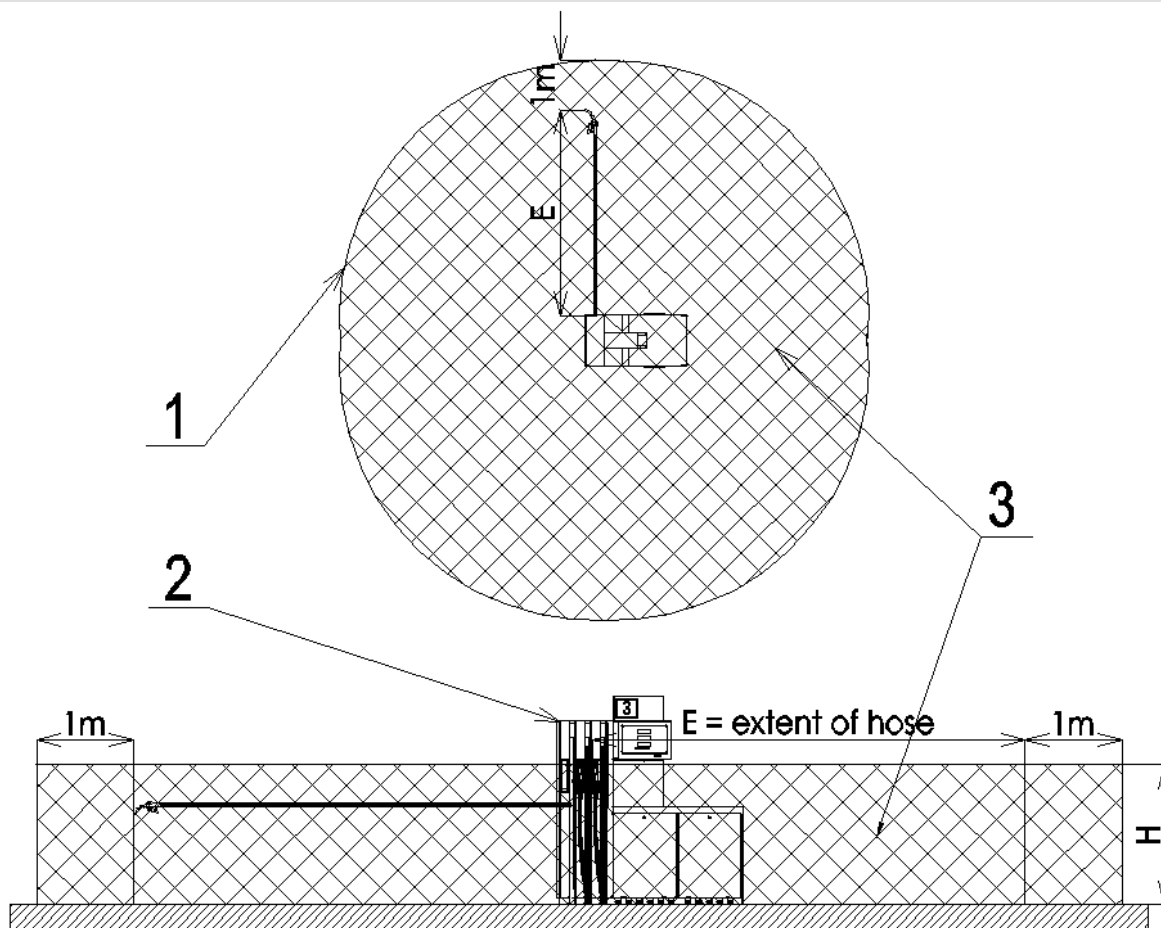

Рисунок 54 - Пространственные ограничения для колонки AdBlue без сертификации ATEX
**ПРЕДУПРЕЖДЕНИЕ ->ADBlue** AdBlue колонки с дополнительной маркировкой /NoEx не имеют сертификат ATEX и не могут быть на АЗС, установлены в опасных зонах 1 и 2. На следующей диаграмме зон (смотрите Рисунок 54) изображена установка колонок без сертификации ATEX на АЗС. Диаграмма только для ознакомления, все местные и национальные ограничения должны быть соблюдены.